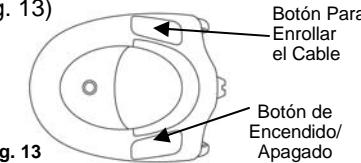

Fig. 13
2. Presione el botón de encendido para encender la aspiradora. (Fig. 13)
3. Para enrollar el cable de alimentación, presione el botón de enrollado con una mano y sostenga el enchufe con la otra para evitar que se sacuda rápidamente pudiendo causar daños o lastimaduras. (Fig. 13)
- Presione el botón de encendido y desconecte el enchufe del tomacorriente. Luego presione el botón para enrollar el cable. (Fig. 13)